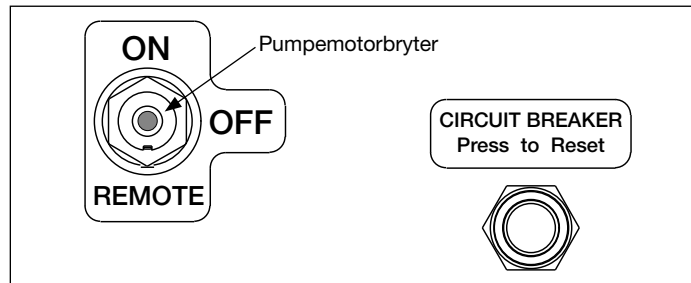

Fig. 9, Pumpens kontrollpanel
5.2 Pumpemotorbryter (se fig. 9)